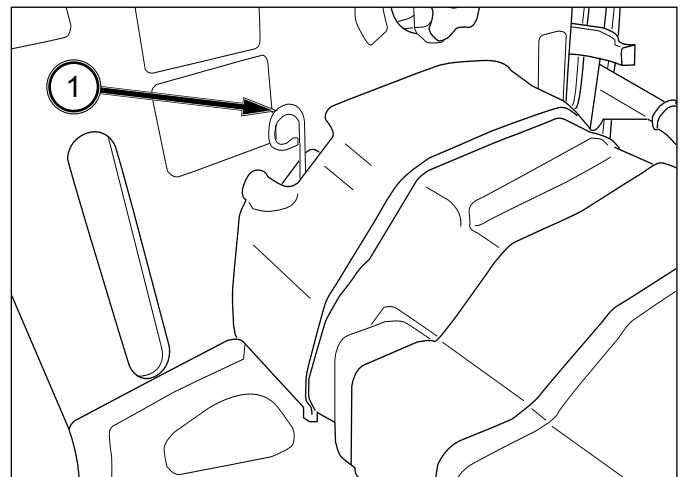

FIG. 6-16
FIGS. 6-16 & 6-17: Pour vérifier le niveau d'huile de transmission, garez le tracteur sur un sol de niveau et retirez la jauge d'huile (1). Le niveau d'huile doit se trouver entre le repère A et l'extrémité de la jauge d'huile B. Au besoin, complétez le niveau en retirant le bouchon de remplissage (2) et en ajoutant l'huile par l'ouverture.